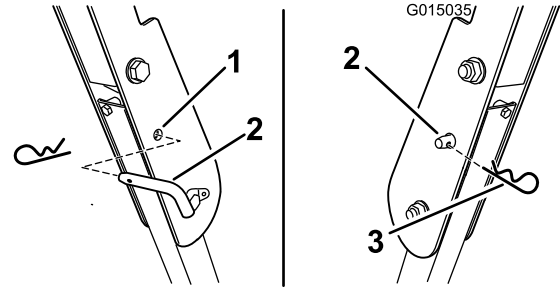

Figura 3
3. Instale los pasadores de bloqueo. Sujete los pasadores con las chavetas (Figura 3).
4. Para bajar la barra anti-vuelco, retire la chaveta y el pasador de bloqueo (Figura 3).